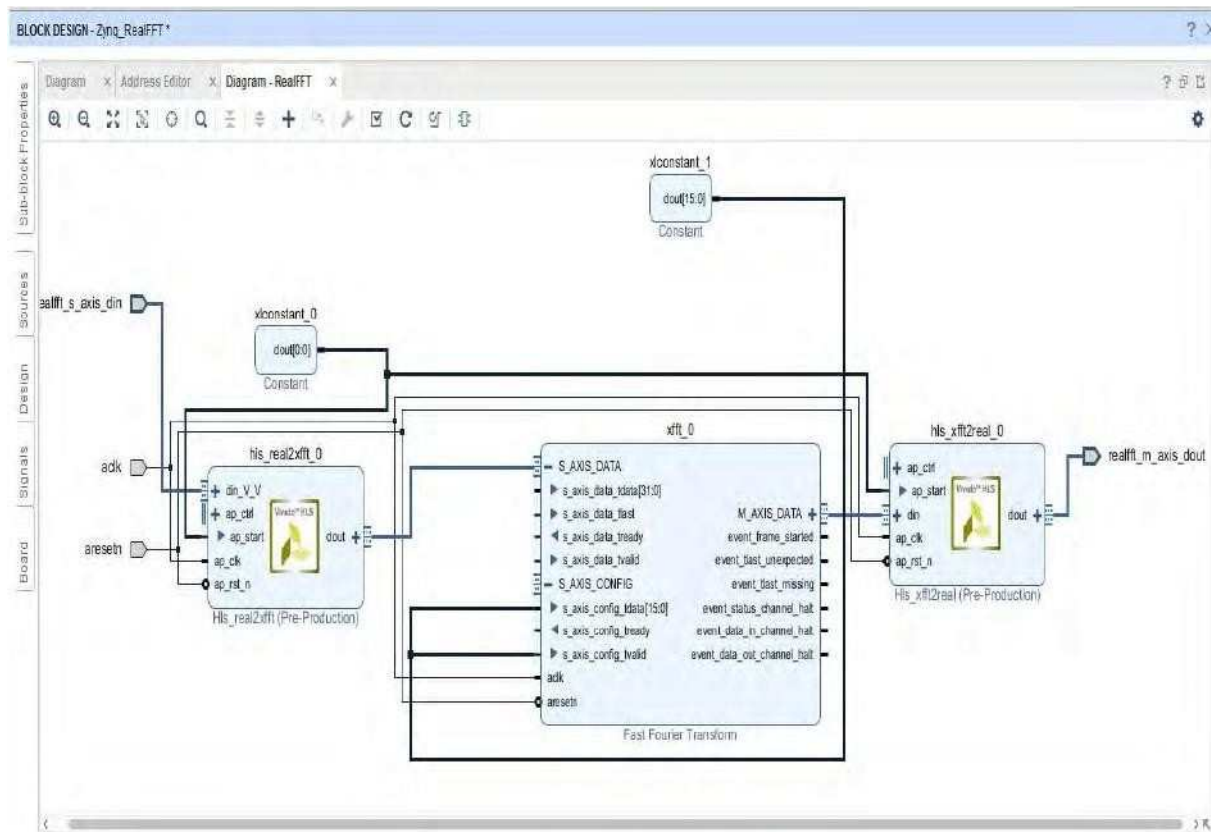

图 10-38: 最终的 RealFFT 图
- 将组件的所有其他输出引脚断开。最终的关系 **RealFFT** 图显示在图 10-38 中。